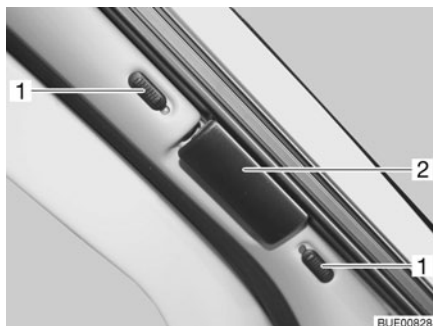
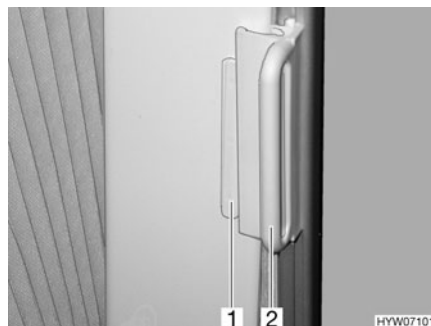

Fig. 54 Estor plegable para la luna delantera
Fig. 55 Estores plegables para la ventana del conductor y del acompañante
- En el estor plegable para la luna delantera, empujar los botones de bloqueo (Fig. 54,1) hacia arriba o hacia abajo. Cuando se vea el punto rojo, estará abierto el bloqueo.
- Coger los estores plegables por el tirador (Fig. 54,2 y Fig. 55,2) y cerrarlos cuidadosamente hasta que el cierre magnético lo mantenga en esta posición.
- En los estores plegables para la ventana del conductor y la ventana del acompañante, empujar el tirador (Fig. 55,2) sobre la pieza sobrepuesta (Fig. 55,1). El estor plegable queda asegurado.